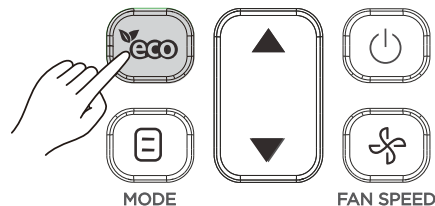

Figura 23
1. Pressione  (consulte a Figura 23) para enviar o sinal ECO para a unidade interna. O ícone  é exibido.